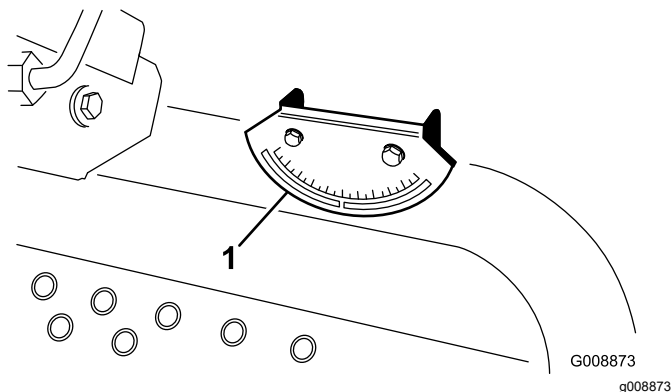

図 5
2. 機体のクロスビーム燃料タンク脇に携帯斜面計付属品を置いて、機体が水平になっていることを確認する図 5。このとき、運転席に座った状態で、機体に装着されている傾斜計の読みが 0°であれば問題ない。